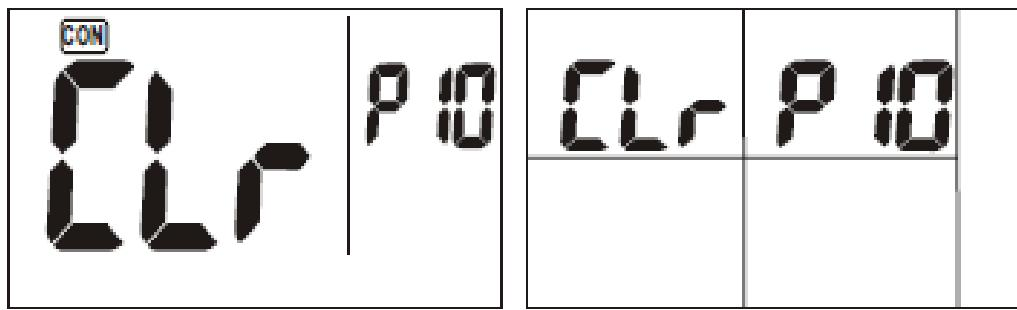
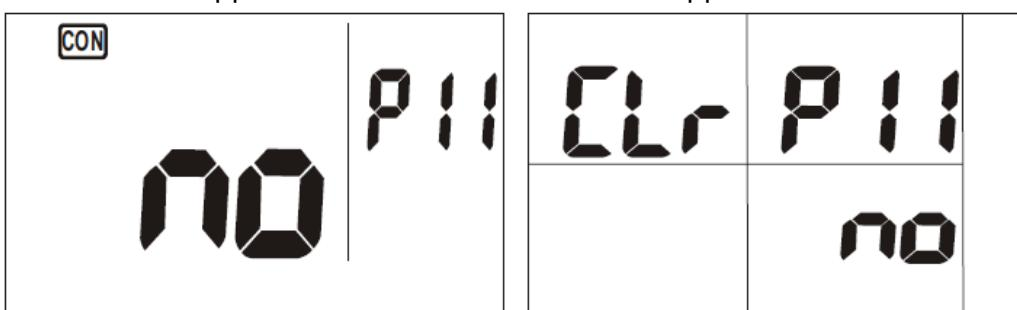
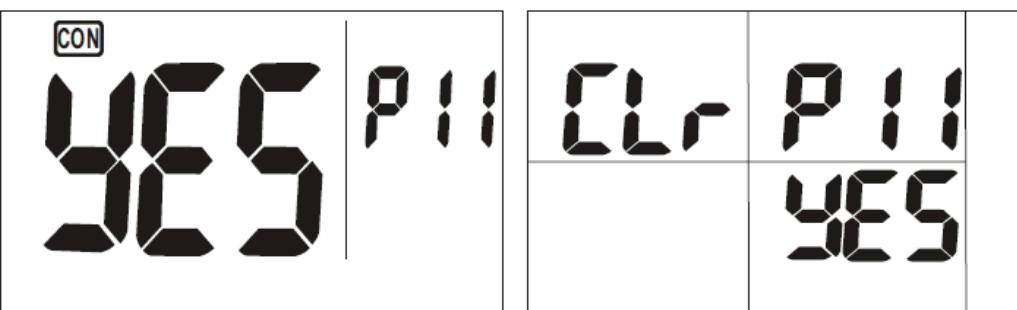

Рис. 1
Рис. 2
Рис. 3
1. Увійдіть до режиму установки, щоб обрати функцію очистки пам'яті. На дисплеї відобразиться напис «CLr P10» (див. рис. 1). Натисніть кнопку «ENTER» для налаштування параметра P11 (див. рис. 2). За замовчуванням на дисплеї мигатиме індикатор «по», а у верхній частині екрана відображатиметься напис «P11».
2. Натисніть кнопку «△» чи «▽», щоб змінити стан з «по» на «YES» (рис. 3), натисніть знову кнопку «ENTER» для підтвердження та очистки всіх записів з пам'яті. Після видалення всіх збережених даних дисплей повернеться до режиму P10 (рис. 1).